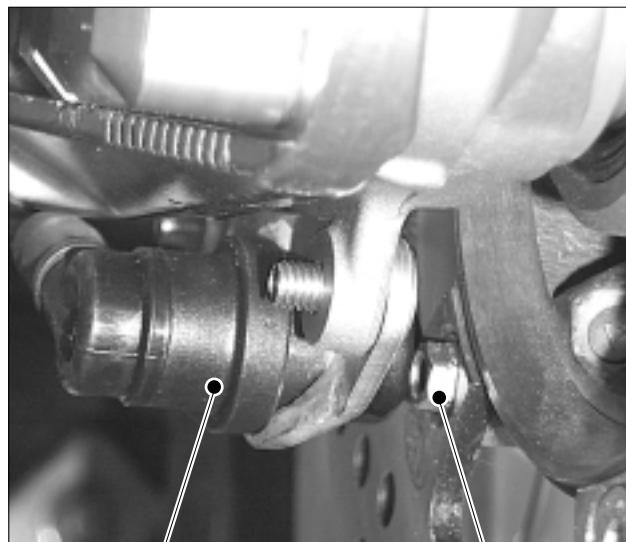

Fig. 7
1.8 ÷ 2 mm. (fig.7)
To prevent speedometer failures, the distance between magnet (2) and sensor (1) must be of 1,8 ÷ 2 mm. (fig.7)
Um Funktionsstörungen des Tachometers zu vermeiden, muss der Abstand zwischen dem Magneten (2) und dem Sensor (1) 1,8 ÷ 2 mm betragen. (Siehe Abb. 7)
Afin d'éviter les dysfonctionnements du tachymètre, la distance entre l'aimant (2) et le capteur (1) doit être de 1,8 ÷ 2 mm. (fig.7)